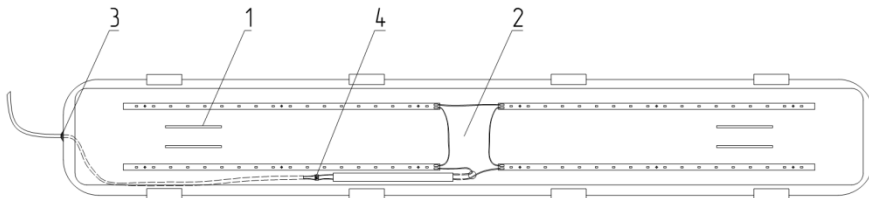
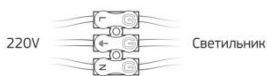

Рисунок 3 – Подключение светильника.
Рисунок 4 - Подсоединение проводов питания к самозажимной клемме.
- 5.3. Отожмите зажимы (Рисунок 3, п.1), чтобы снять металлическую пластину (Рисунок 3, п.2) с установленными на ней светодиодными линейками Geniled. Установите корпус светильника Geniled на монтируемое место. Проведите кабель питания через герметичный уплотнитель (Рисунок 3, 3) внутрь корпуса и подключите к клеммной колодке (Рисунок 3, п.4; Рисунок 4) светильника. Установите обратно металлическую пластину, убедитесь при этом, чтобы защелки ее зафиксировали. Приложите плотно рассеиватель к корпусу светильника и зафиксируйте при помощи клипс.